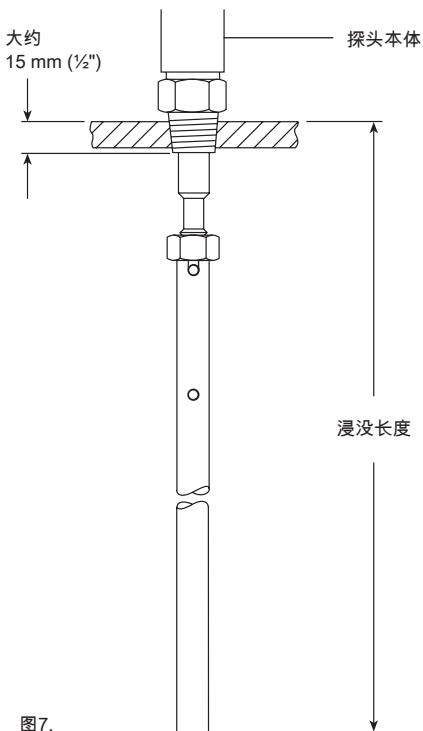

图7.
- 将探头尖端拧到探头上，直到探头中的孔与探头尖端中的槽的底部对齐（参见图7）。
- 使用细钢锯将探头尖端切割成此长度（见图7）。